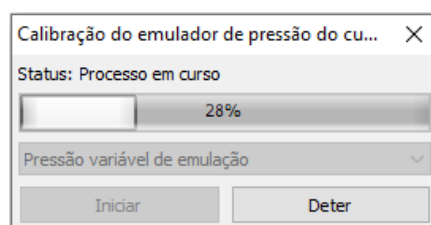

Figura 22 Calibração do emulador de pressão do combustível
- **Emulador de pressão do combustível (FPE)4** – esta opção ativa o emulador incorporado de pressão de gasolina e é imprescindível em carros que geram o erro de pressão do combustível enquanto o motor está funcionando a gás. Para usar a função, deve conectar o controlador ao circuito de regulação da pressão da gasolina, como mostrado na Figura 8, de acordo com as instruções da tabela 1. Em seguida, execute o procedimento de calibração do emulador (Figura 22). Para iniciar, pressione o botão de arranque e ligue o motor que deve ser previamente aquecido. O processo de calibração é automático e, normalmente, leva cerca de 3 minutos. O processo de calibração realizado corretamente é indicado pela mensagem “concluída com êxito”.